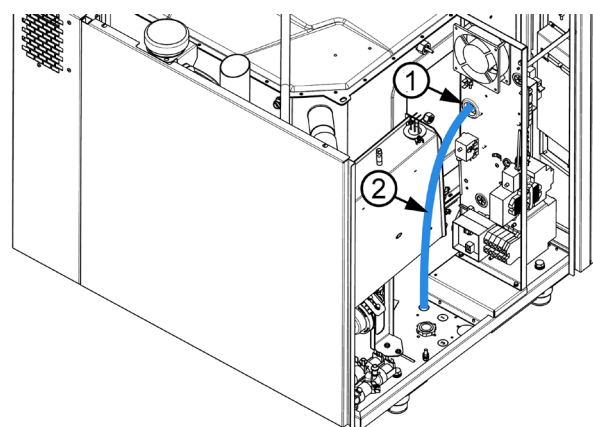

Figure 8 : Passage du câble UTP par l'œillet en caoutchouc
Sur le tableau électrique de l'appareil, se trouve un œillet en caoutchouc (1) à côté du panneau de relais. Enfilez le câble UP à travers cet œillet (2) et guidez-le vers l'avant du tableau électrique (voir fig. 8)